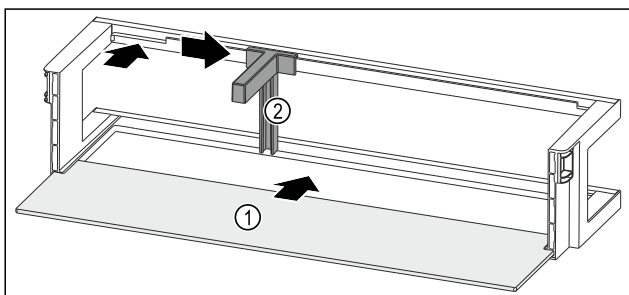

Fig. 232 Лотки на дверцятах з полицю
- ▶ Всуньте полицю Fig. 232 (1) в бокові пази.
- ▶ Вставте тримач пляшок Fig. 232 (2) у паз.
- ▶ Пересуньте тримач пляшок Fig. 232 (2) убік до бажаної позиції.